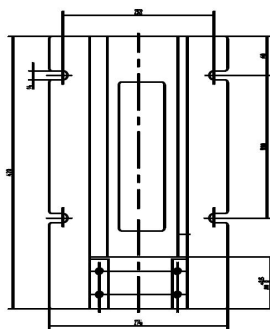

Fig. 03
1. Skru håndtagene (A, fig. 02) på håndhjulet (B, fig. 03) og spænd.
INSTALLATIONS TEGNING (FIG. 03)